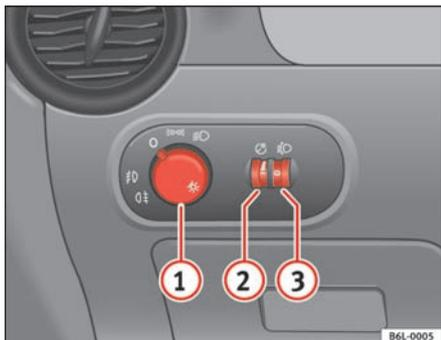

Fig. 56 Detalle del tablero de instrumentos: mando de las luces, faros antiniebla y luz trasera antiniebla
- Gire el mando de las luces ⇒ fig. 56 hasta la posición ☀️.